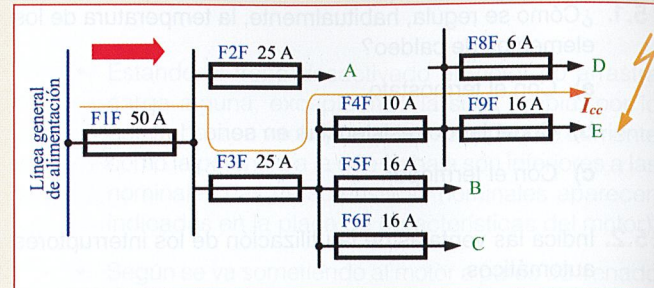

Figura 5.34.
5.16. En la Figura 5.34 se muestra el esquema correspondiente a un cuadro de protección con diferentes fusibles. La línea que alimenta al circuito E suministra energía a un motor de 5 A de intensidad nominal. En caso de cortocircuito en el circuito E:
5.17. En el cuadro de protección de la Figura 5.34, la línea que alimenta al circuito D suministra energía a un grupo de lámparas de 6 A de intensidad nominal. En caso de cortocircuito en el circuito D: